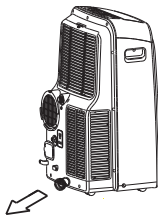

Fig. 22
- Cuando el nivel de agua de la bandeja inferior alcanza un nivel predeterminado, la unidad emite un pitido 8 veces, el display digital muestra "P1". En este momento se detendrá inmediatamente el proceso de acondicionamiento de aire/deshumidificación. Sin embargo, el motor del ventilador seguirá funcionando (esto es normal). Cuidadosamente mueva la unidad a un lugar de desagüe, quite el tapón de drenaje de inferior y deje que el agua se drene (Fig. 22). Vuelva a instalar el tapón de drenaje inferior y reinicie la máquina hasta que desaparezca el símbolo "P1". Si el error se repite, llame a servicio técnico.
- Retire el enchufe de la toma de drenaje inferior, debe drenarse toda el agua en la bandeja inferior (Ver Fig. 22).